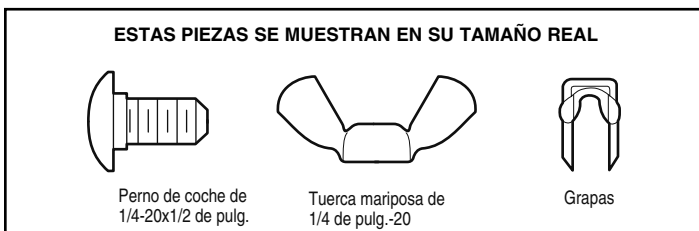

Figura 1
- Inserte los brazos curvos sobre el borde redondeado de cada guía, orientados hacia el lado de la puerta. Encastre la pieza sobre el costado de la guía. Debería quedar montado bien a ras del perfil de guía, con la pestaña contra el borde trasero de la guía, tal como se muestra en la (Figura 1).